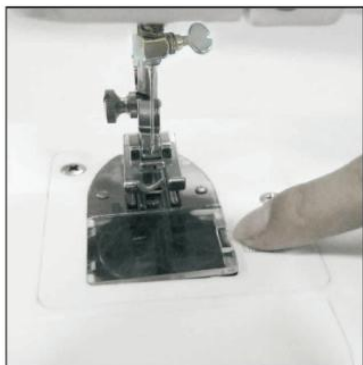

Fig. 7
- 1) Tryk knappen til spoledækslet til højre, og fjern spoledækslet (fig.7).